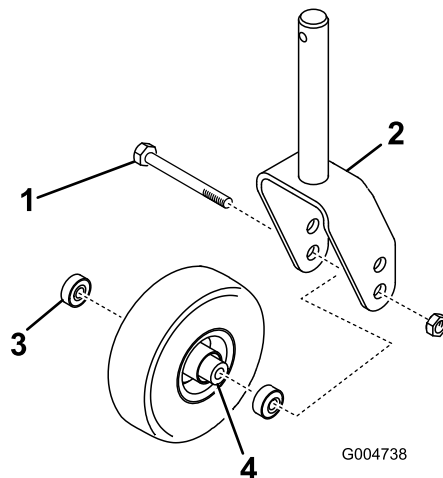

図 97
- キャストホイールアセンブリをキャストフォークまたはキャストピボットアーム 図 97 に保持しているボルトからロックナットを外す。
- キャストホイールをしっかりと握り、ボルトをフォークまたはピボットアームから抜き取る 図 97。
- ホイールのハブからベアリングを外して、ベアリングスペーサを床に落とす 図 97。
- ホイールハブの反対側にあるベアリングを取る 図 97。